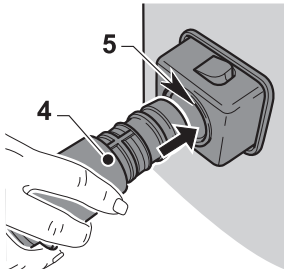

Fig. 4
- Introdurre, fino a finecorsa, il manicotto (4 Fig. 4) del tubo di aspirazione nella bocchetta (5 Fig. 4) presente sul fusto.
- Per sganciare il manicotto (4 Fig. 4) premere e mantenere premuto il pulsante (6 Fig. 4) quindi tirare verso l'esterno il manicotto (4 Fig. 4).